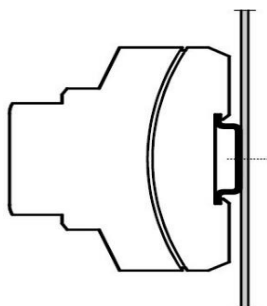

Рис.2 Монтаж на DIN-рейку
- На DIN-рейку в щит управления в соответствии с DIN 43880 (рис.2). Для установки контроллера на DIN-рейку не требуется специальных приспособлений.